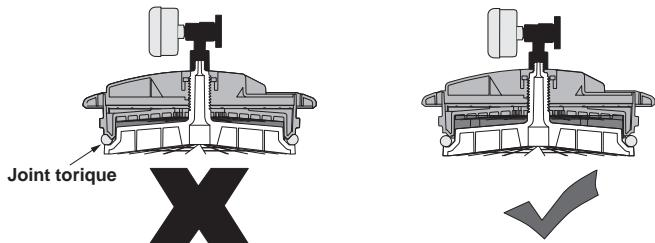

Figure 9. S'assurer que le joint torique n'est pas compressé
1. Commencer avec le couvercle complètement hors du filtre afin de s'assurer que le joint torique n'est pas comprimé. Fig. 9